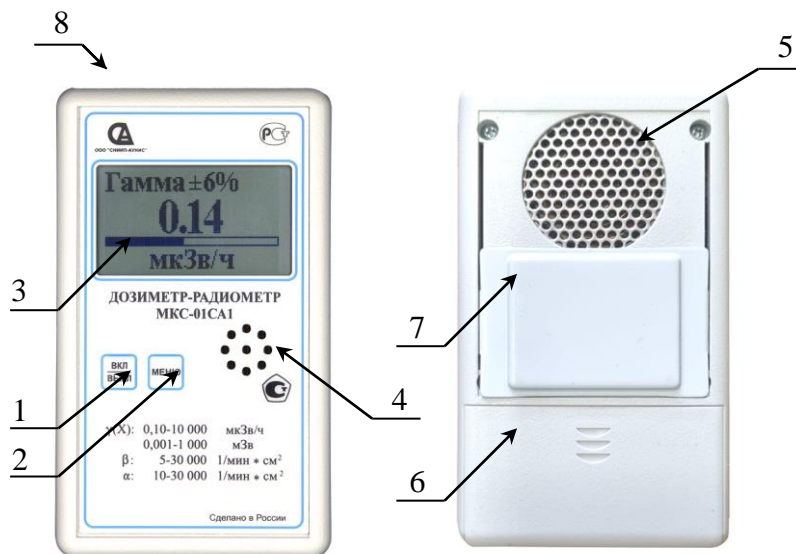

Рис. 1. Общий вид прибора МКС-01СА1
- снимите крышку отсека питания (см. Рис. 1);
- закройте рабочую поверхность детектора, сдвинув поглощающий экран (см. Рис. 1) в верхнее положение.
- подключите выходной разъём сетевого адаптера к разъёму mini USB, расположенному в верхнем торце прибора (см. Рис. 1);
- закройте входное окно детектора, сдвинув экран (см. Рис.1) в верхнее положение;